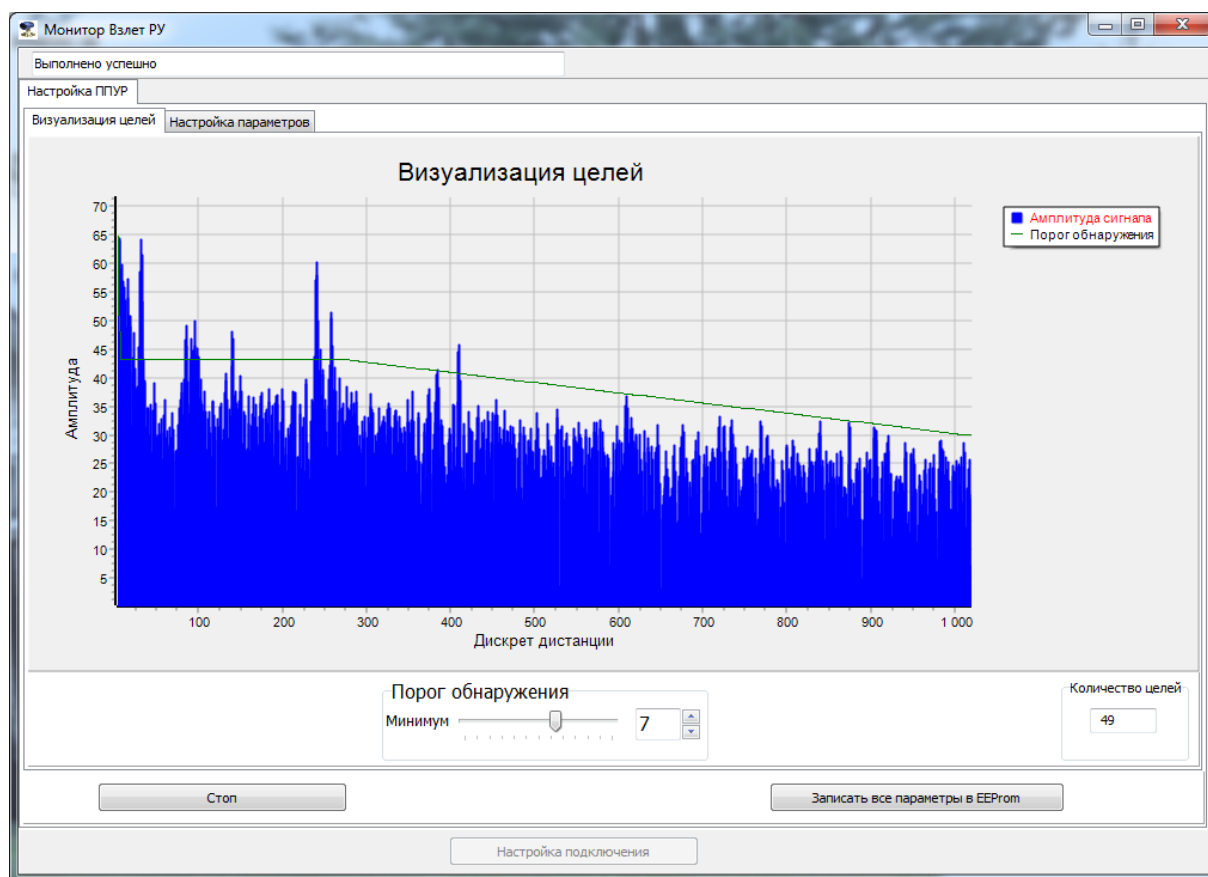

Рис.30 - Паразитные сигналы в шумовой дорожке.
7.7.8 При наличии в шумовой дорожке паразитных сигналов (рис.30), могущих возникать при наличии на пути радарного луча имеющих в емкости конструкций – арматуры, лопастей мешалок и т.д., необходимо провести отстройку принимаемого сигнала на максимальный, изменяя порог обнаружения (п.7.7.3) или рабочий диапазон прибора (п.7.7.7).